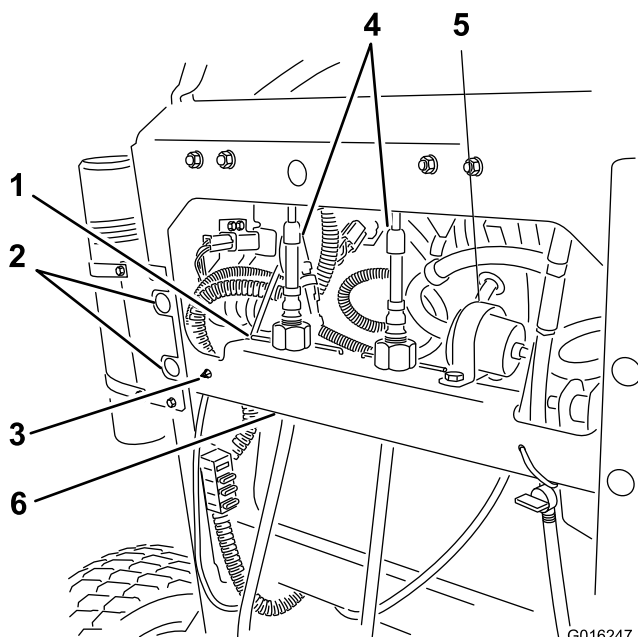

Bild 5
1. Entfernen Sie die Drahtfeder, mit der die Einstellmutter für die Spur befestigt sind (Bild 5).
3. Schieben Sie die Kabel aus dem Querriegel (Bild 5 und Bild 12).
6. Lösen Sie die große R-Klemme und nehmen den Filter aus der R-Klemme (Bild 5).
7. Drücken Sie den Kabelführungsclip an der linken Seite des Querriegels und drücken ihn durch den Querriegel (Bild 5).
8. Entfernen Sie die vier Schrauben, um den Querriegel von der Maschine abzunehmen. Werfen Sie diese Befestigungen und den Querriegel nicht weg (Bild 5).